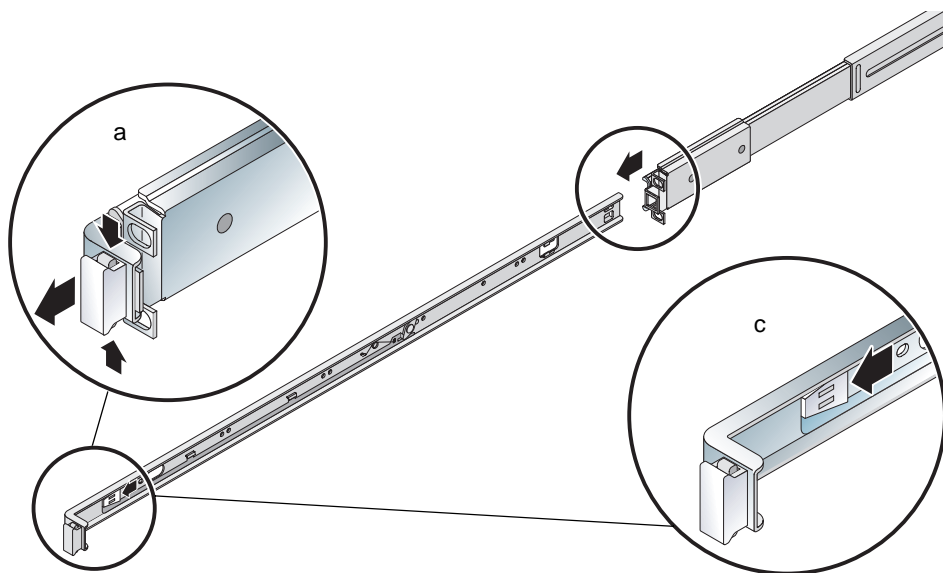

РИС. 2-1 Извлечение скользящей планки из направляющей
1. Извлеките скользящие планки из направляющих. См. РИС. 2-1.
- Освободите планку из зафиксированного положения, передвинув фиксатор, расположенный на внутренней поверхности планки. См. РИС. 2-1.